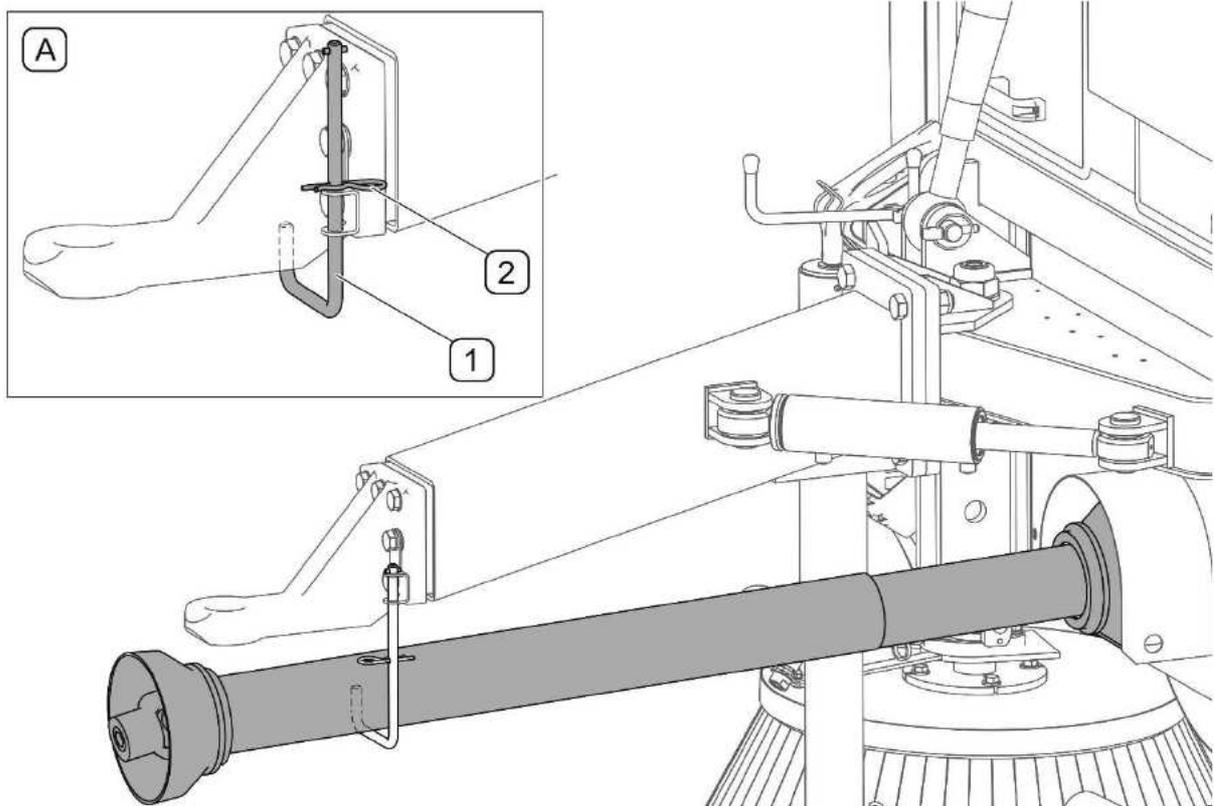

ABB. 4.18 Halterung der Teleskop-Gelenkwelle
- Die Teleskop-Gelenkwelle abtrennen und in die Halterung (ABB. 4.18) einlegen.